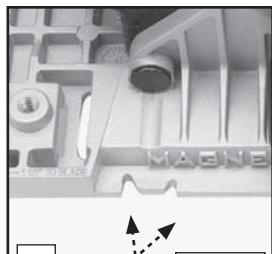

Fig. 11
Les fentes indicatrices de la ligne de coupe (A) Fig. 11 se situent à l'avant de la base de la scie. Pour une coupe à 0°, utilisez la fente de droite pour suivre le trait. Pour une coupe à 45°, utilisez la fente de gauche pour suivre le trait.